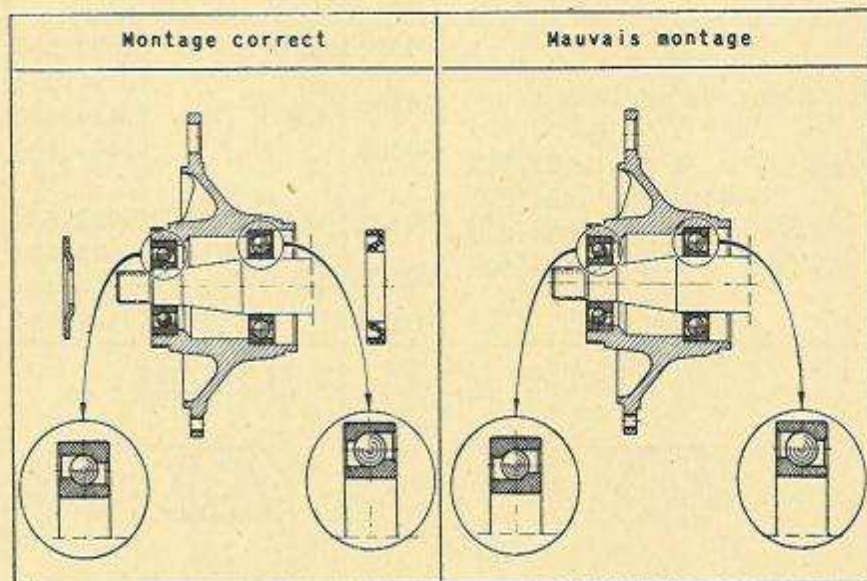

Fig. 113. — Orientation des roulements à contacts obliques des moyeux avant.
- Monter les roulements dans le sens convenable, précisé par les figures 113.